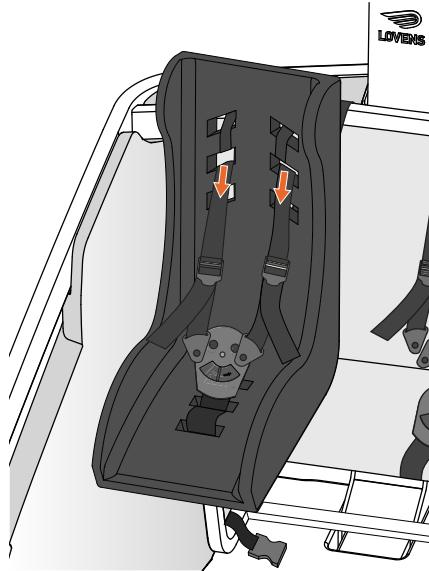

Abbildung 14 - Spannen der Gurtbänder.
- 17.** Führen Sie die Schultergurte wie in Abbildung 14 gezeigt durch die Rückseite des Kleinkindschale und schließen Sie den Dreipunktgurt wieder.